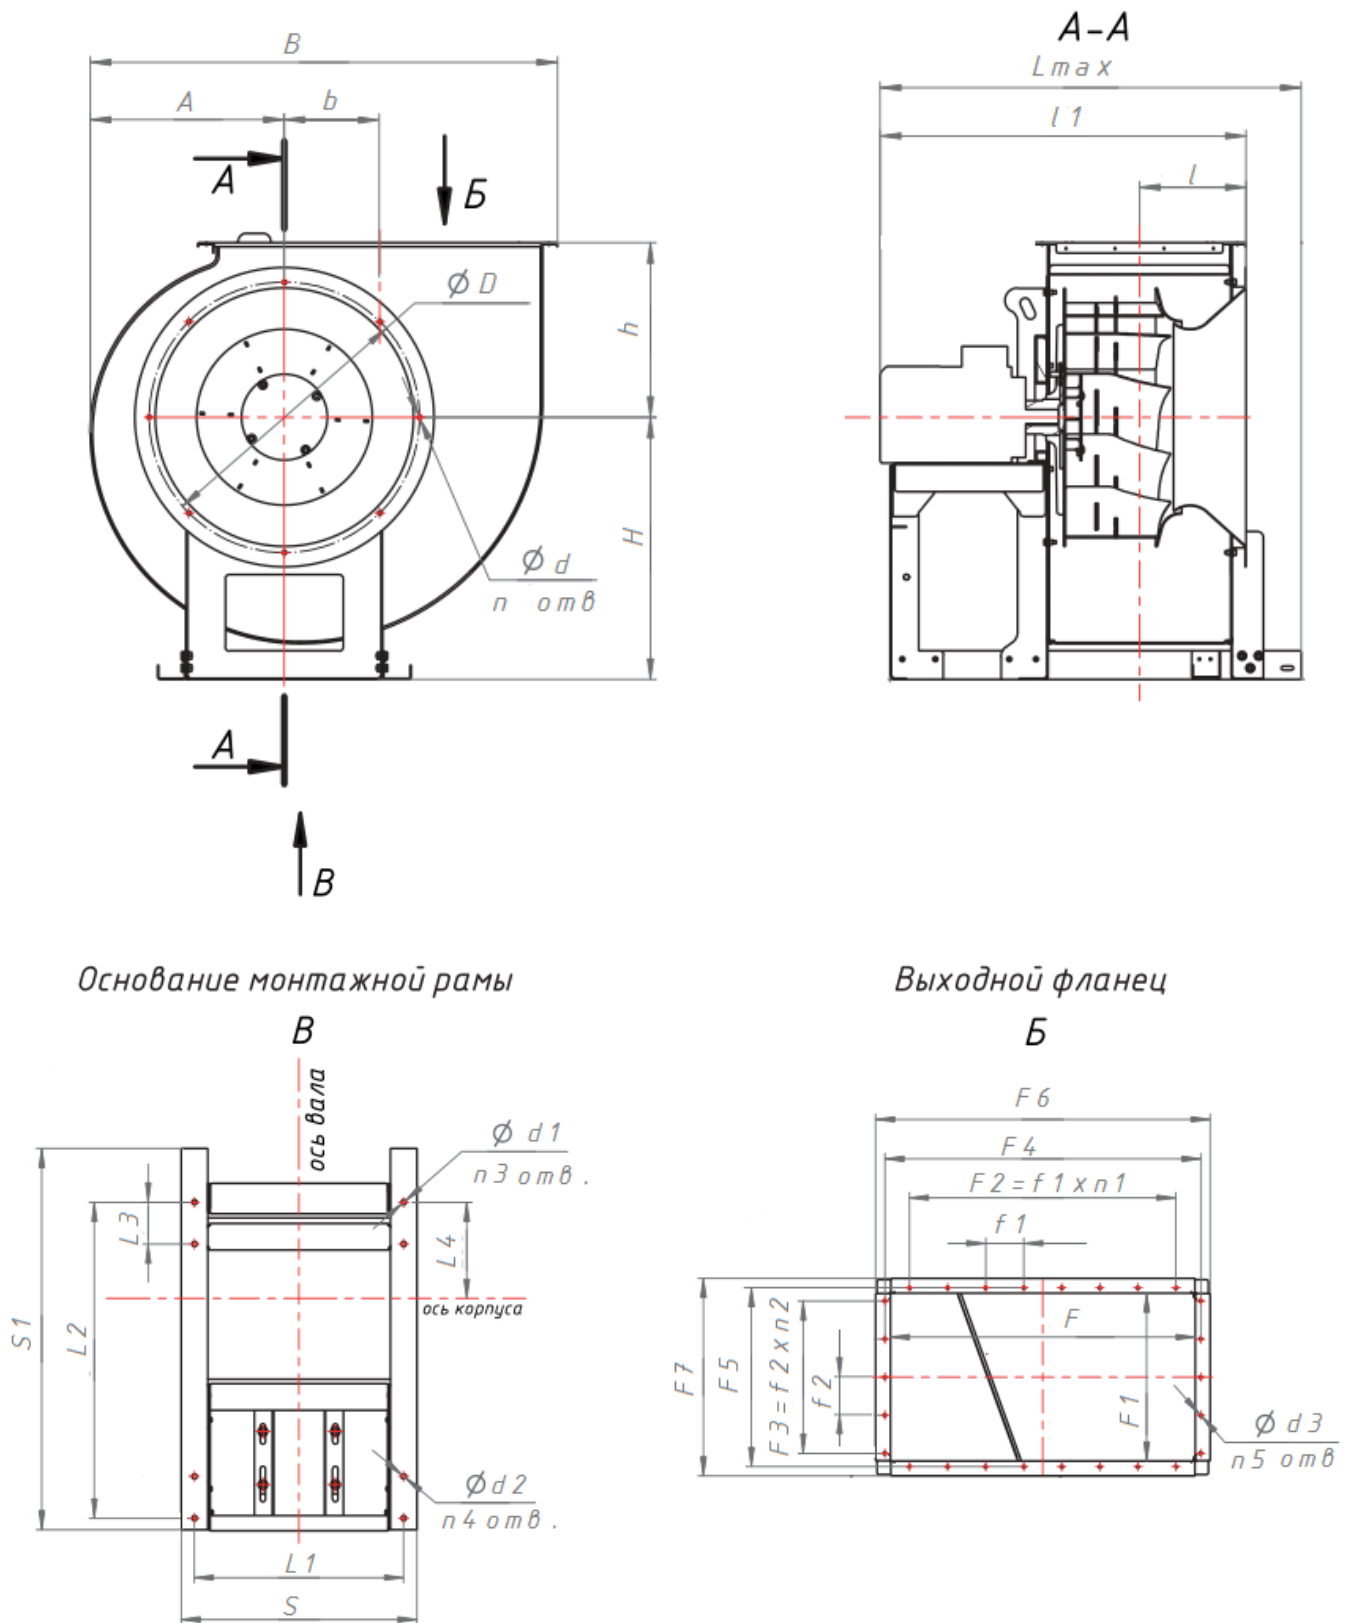

Рисунок 1. Габаритные, присоединительные размеры и общий вид вентиляторов ВРм ДУ
1.2.2. Устройство вентиляторов, габаритные, присоединительные и установочные размеры вентиляторов указаны на рис. 1, рис. 2, табл. 1, табл. 2.